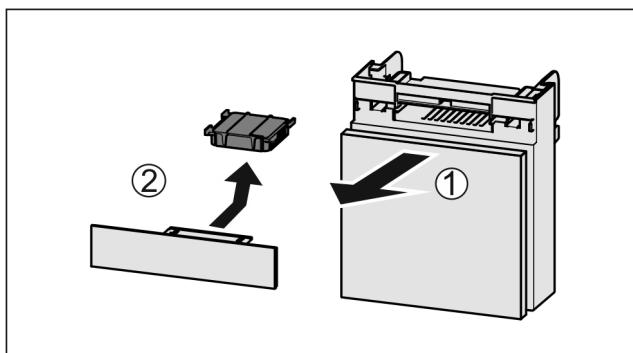

Fig. 89
- Pretilac izvucite Fig. 89 (1) prema naprijed.
- Izvadite filter s aktivnim ugljenom Fig. 89 (2).